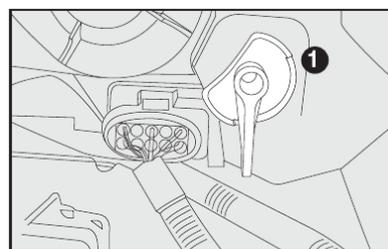

fig. 107
### Regulador no farol - figs. 107 e 108
**Posição 1-fig. 107** - com veículo com carga normal.